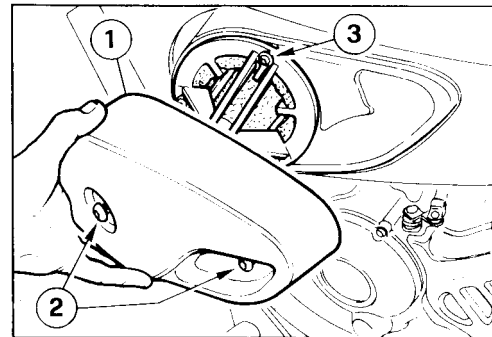

Fig. 28
- Togliere il coperchio cassa filtro (1-fig. 28) (lato sx della moto) dopo aver svitato le 2 viti (2-fig- 28).